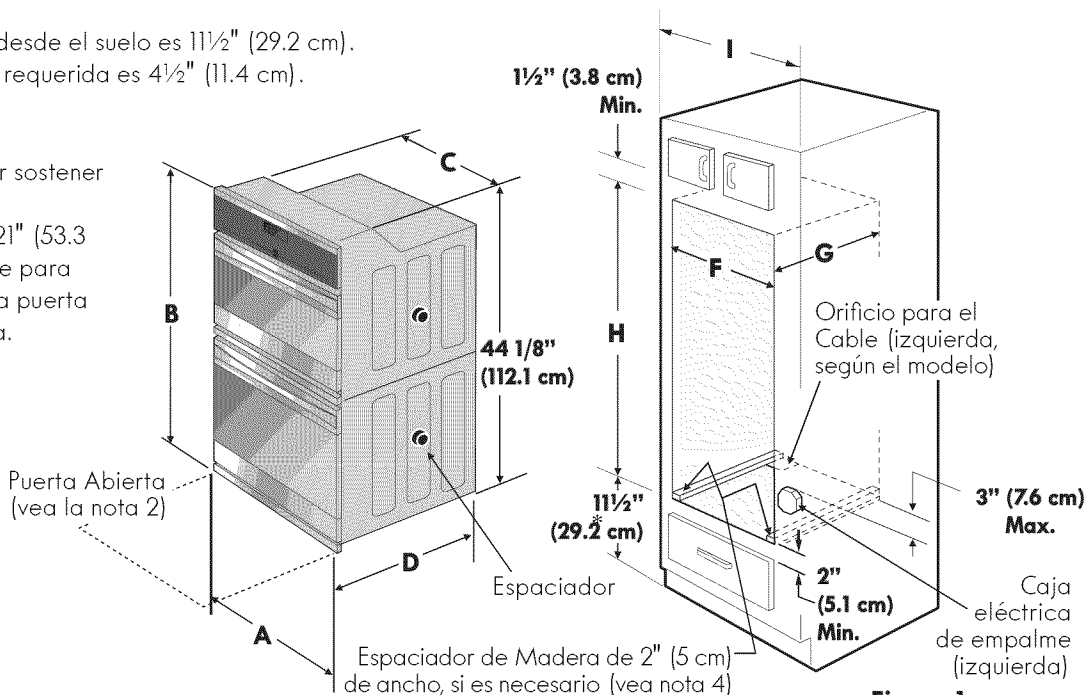

Figura 1
El primer paso para su instalación debe de ser el de medir las dimensiones de la apertura y compararlas con las que se indican en el cuadro de dimensiones del hueco de la figura 1. Posiblemente encontrará que algún trabajo de carpintería será necesario.
Consulte la Figura 1 para conocer las dimensiones pertinentes al modelo de su horno y al espacio necesario en el que poner el horno. La superficie donde se va a apoyar el horno debe de ser de madera contrachapada sólida u otro material similar y, sobre todo, la superficie tiene que estar a nivel, de lado a lado, y de atrás hacia adelante.
2. Este electrodoméstico debe conectarse a la caja de fusibles (o de cortocircuito), por medio de un cable blindado flexible o un cable con forro no metálico. El cable blindado flexible que va desde el electrodoméstico debe de estar conectado directamente a la caja de empalme. La caja de empalme debe de estar localizada en el lugar que se indica en la Figura 1 o 2, dejando tanto exceso de cable como sea posible entre la caja y el electrodoméstico, de forma que así el electrodoméstico se pueda mover fácilmente, si fuera necesario para hacer una reparación.